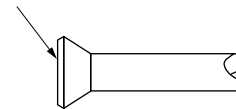

Fig. 14
- Lors de l'installation du raccord conique, appliquez de l'huile d'ester ou de l'huile d'éther à l'intérieur de l'évasement et tournez la clé à douille 3 ou 4 fois à la main avant de procéder au vissage (**reportez-vous à la fig. 14**)